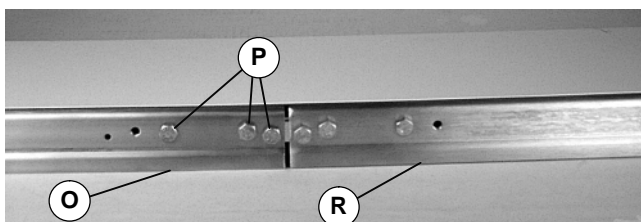

Abbildung 8
5. Die Förderbandsegmente (O und R in Abbildung 8) zusammenfügen. Schrauben auf beiden Seiten (P) installieren. Mit 10,4 Nm festziehen.